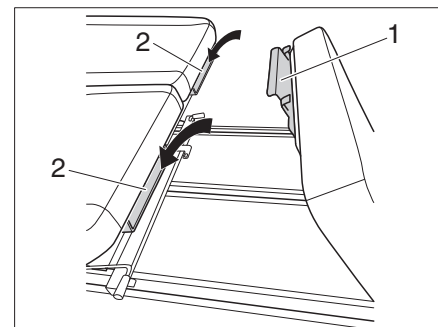

Figure 4 Accrocher la rallonge de lit
- Accrocher les pattes (Figure 4, 1) de la rallonge de lit dans les étriers (Figure 4, 2) situés sous la banquette.